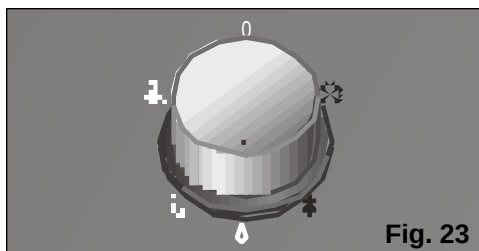

Fig. 23
- ❑ Seleccione a função de desumidificação no comando selector de funções, **Fig. 23**.